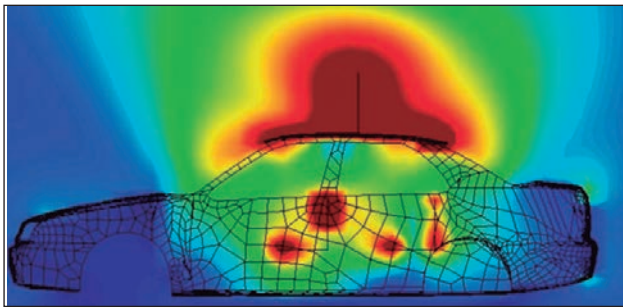
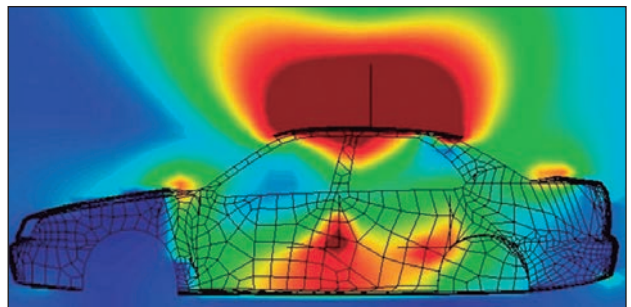
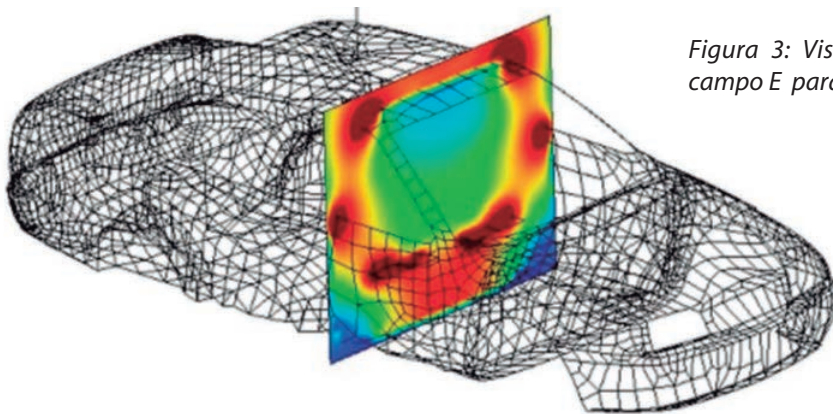

Figura 2: Contornos del campo E para 150 W PEP en la antena, en 146 MHz.
Figura 4: Campo H para 150 W PEP.
Figura 3: Vista de la sección transversal del campo E para 150 W PEP.
Escaneé la fuerza de los campos eléctrico (E) y magnético (H) en planos verticales que corren de adelante hacia atrás del vehículo. Los campos en lados opuestos del plano central son simétricos, reduciendo el número de escaneos en un 50%. La Figura 2 muestra los contornos del campo E en el plano a 0,5 m del centro, cortando el asiento del conductor. La potencia de la antena es de 150 W PEP. El amarillo representa el límite de exposición ocupacional ICNIRP para aficionados, 86 V de pico por metro (RMS 61 V/m)⁴. La escala de colores del campo E es lineal en voltios por metro, no en unidades dB. Los niveles más altos del campo interior (rojo) están cerca de las superficies metálicas. La Figura 3 muestra los contornos del campo F en una sección transversal que atraviesa los asientos delanteros.
La Figura 4 muestra los niveles de campo H en el mismo plano que en la Figura 2. El amarillo representa el límite de exposición, 0,23 amperes de pico por metro (RMS 0,16 A/m). La escala de color del campo H es lineal en amperes por metro. Los contornos H difieren del campo E, una característica de los campos reactivos cercanos.